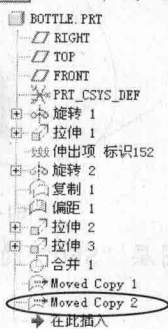

图1-19
10. 在模型树中选取上一步操作产生的特征，如图 1-19 所示，在菜单栏中选择【编辑】/【阵列】命令，弹出【阵列】操作面板。零件出现如图 1-20 所示的尺寸，单击尺寸 2.5，系统要求输入阵列距离（默认为 2.5），接受默认的阵列距离，并在操作面板输入第一方向阵列的个数为“2”，如图 1-21 所示，然后单击 ☒ 按钮阵列面组，如图 1-22 所示。